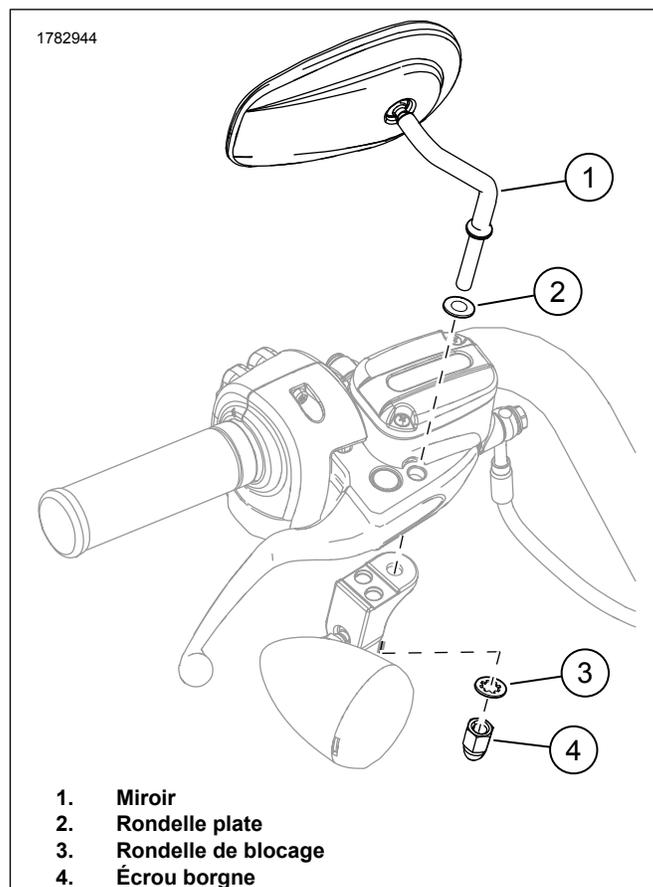

Figure 2. Ensemble de miroir
2. Voir la Figure 2. Installez la rondelle plate (2) sur le goujon du rétroviseur.
3. **Pour les véhicules dotés de clignotants fixés sous les boîtiers de levier de commande (sauf les modèles XL 2004 et ultérieurs):** fixer le rétroviseur de gauche à l'aide de la rondelle de blocage (3) et de l'écrou borgne (4).
- b. Fixer la rondelle plate (2), rondelle de blocage (3) et l'écrou borne (4).